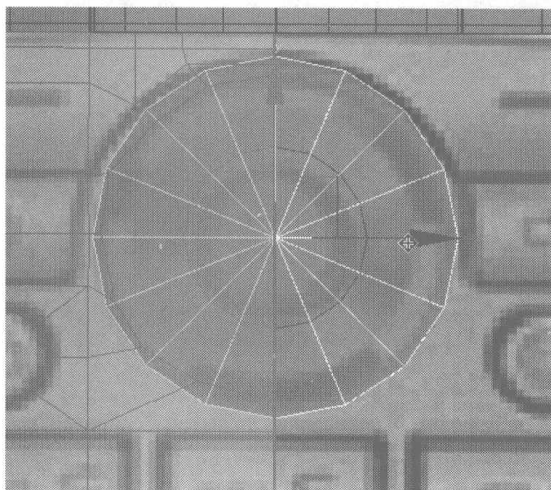
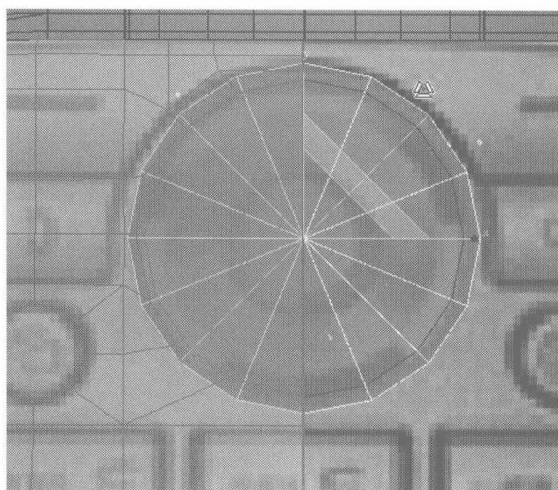

图 4.522
图 4.523
- 16** 切换为线编辑，选择圆柱体中间如图 4.522 所示的边线，用缩放工具将边线进行同比例放大，如图 4.523 所示。